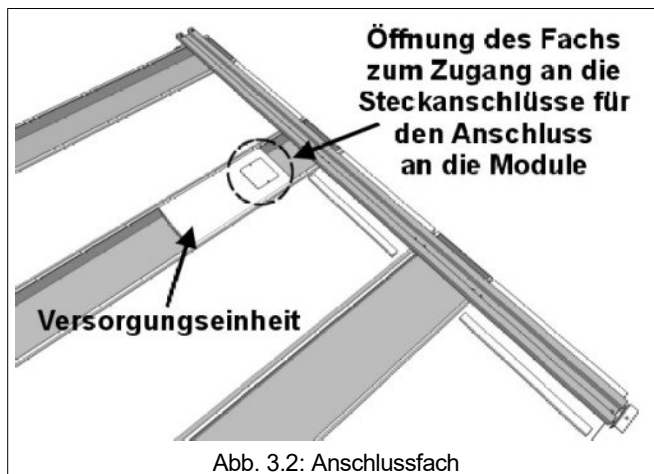

Abb. 3.2: Anschlussfach
1. Das Modul feststellen, an dem sich die Versorgungseinheit befindet (siehe Abb.3.2); mit einem Kreuzschraubenzieher das Anschlussfach an der Versorgungseinheit öffnen (Abb.3.5).